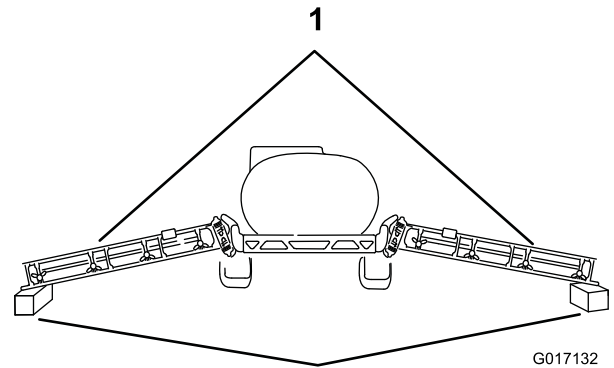

Bild 5
3. Senken Sie die Ausleger vorsichtig auf die Holzblöcke ab (Höhe ca. 10 cm) (Bild 5).